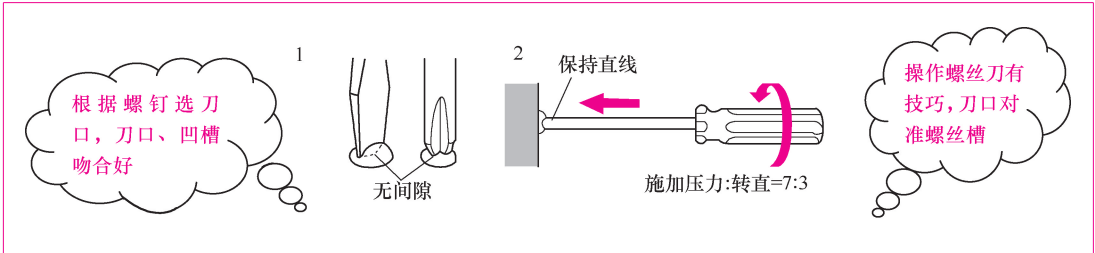

图 1-12 使用螺丝刀注意事项
- 2) 用螺丝刀进行紧固和拆卸螺钉时，刀口要对准螺钉凹槽，推压和旋转应同时进行，力量要适度，如图 1-12 所示。刀体不要上下左右大幅度晃动，否则既损刀口，又伤凹槽，使螺钉无法顺利拧进（俗称“螺钉打滑”）。一旦螺钉槽口被损坏，就很难再将螺钉紧固或旋出。